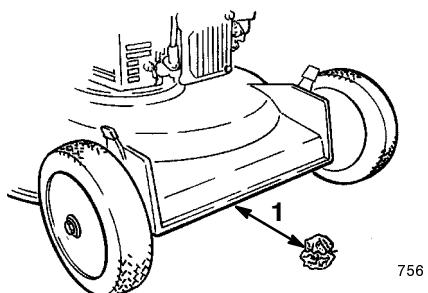

Figura 12
5. Tome media página de periódico y haga una bola con ella que sea lo suficientemente pequeña como para pasar por debajo de la plataforma (de unos 76 mm de diámetro) tal y como muestra la Figura 12.